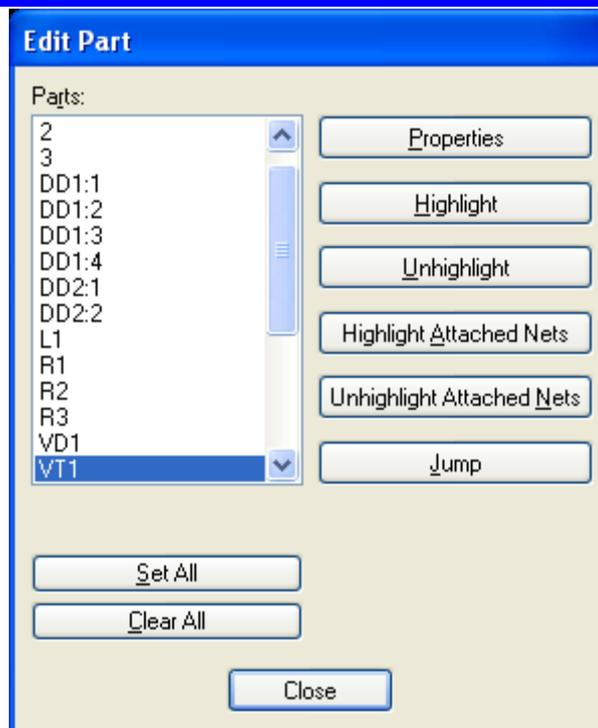

Рисунок 5.28 - Диалоговое окно **Edit Part** (Редактирование компонентов)
- Аналогичные характеристики в плане редактирования компонентов имеет команда **Edit / Part**. Диалоговое окно данной команды показано на рис. 5.28. Помимо включения и выключения цветового выделения компонента (кнопки **Highlight** и **Unhighlight** соответственно), можно также выделить цветом все присоединенные к компоненту цепи (кнопка **Highlight Attached Nets**), снять их выделение (**Unhighlight Attached Nets**), а также перейти к компоненту (**Jump**). Нажатие на кнопку **Properties** позволяет перейти к редактированию свойств компонента.